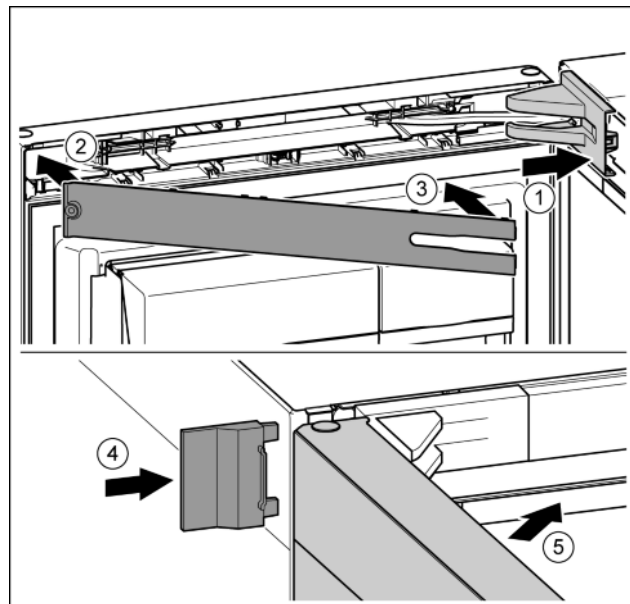

Fig. 26
- ▶ Założyć osłonę płytki zawiasu i zazębnić, ew. ostrożnie odsunąć. Fig. 26 (1)
- ▶ Założyć zaślepkę. Fig. 26 (2)
- ▶ Przechylić i zazębnić zaślepkę. Fig. 26 (3)
- ▶ Wsunąć zewnętrzną osłonę. Fig. 26 (4)
- ▶ Zamknąć górne drzwi. Fig. 26 (5)